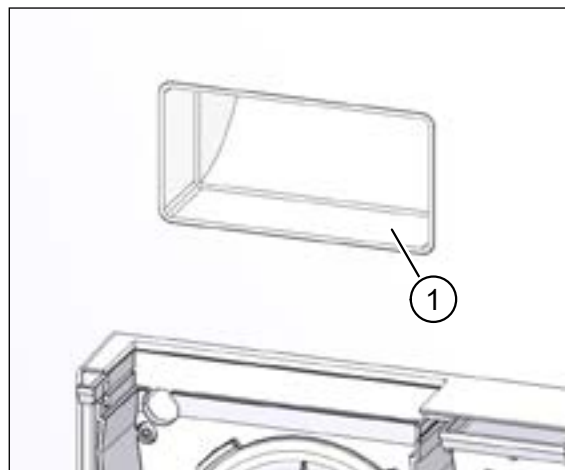

Рис. 41: очистить воздуховод
- ▶ При необходимости удалите загрязнения (например, остатки штукатурки), которые скопились в воздуховодах (поз. 1 на рис. 41).